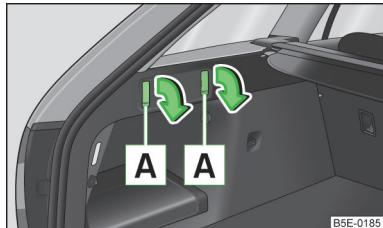

Fig. 84
► Presione la parte inferior del gancho y pliéguelo hacia abajo en dirección de la flecha » fig. 84.